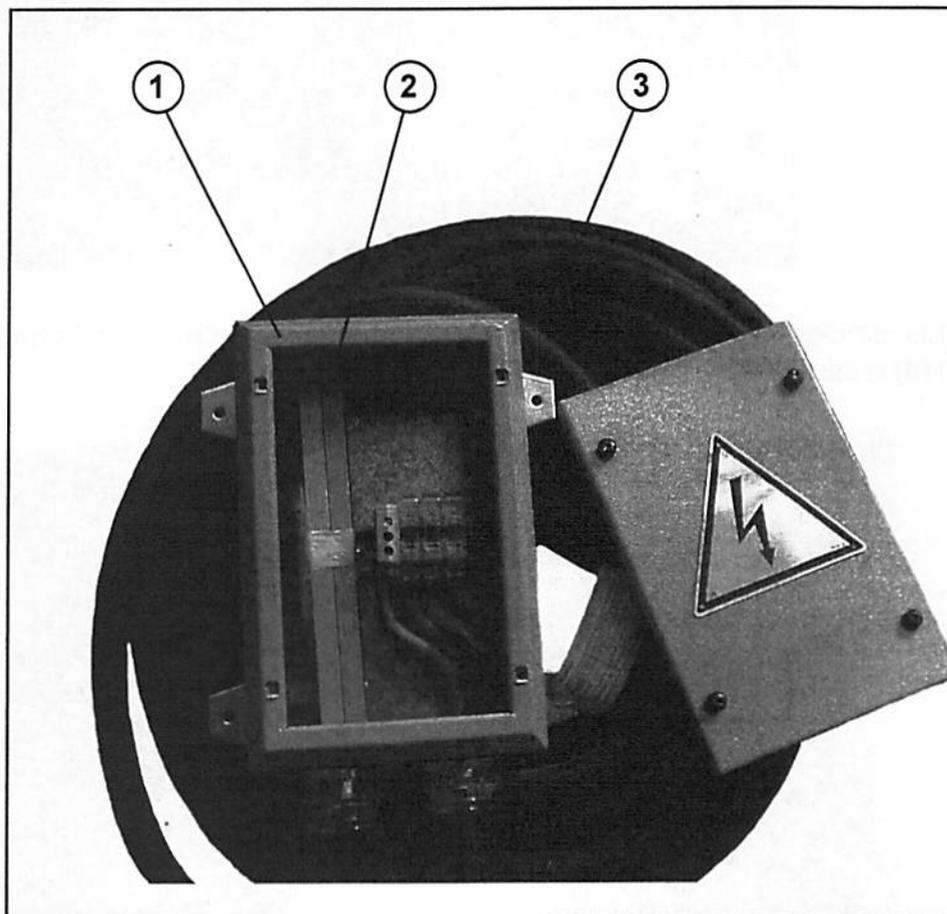

Abb.1.3.1
Der Verlängerungskabelbausatz (Abb. 1.3.1) besteht aus einem Kabel (3) mit einem angemessenen Querschnitt und einer angemessenen Länge (konfiguriert für eine Turmhöhe von 4 Abschnitten und gekennzeichnet durch verschiedene Codes, und zwar je nach Höhe und Modell der betreffenden Kräne – siehe Tabelle 1.3.1), aus einem elektrischen Kasten (1) sowie aus einem Befestigungssatz für den Kasten (2), welcher im Kasten selbst positioniert ist.